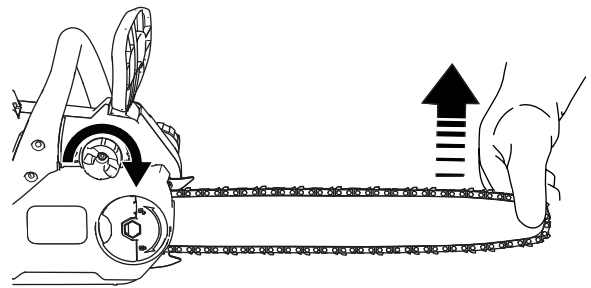

Figura 28
3. Tirate verso l'alto la punta della barra di guida (Figura 28).